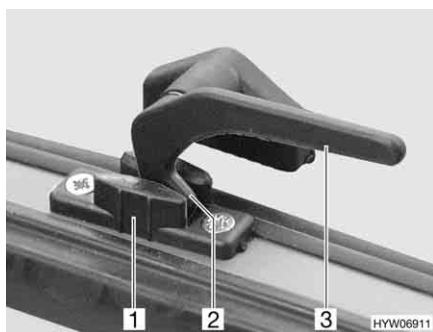

Bild 47 Låsarm i läget "kontinuerlig vädning"
- I läget "kontinuerlig vädning" (Bild 47)
- Sväng låsarmen (Bild 47,3) ett kvarts varv mot fönstrets mitt.
- Vrid tillbaka låsarmen. Därvid måste låsspaken (Bild 47,2) föras in i spåret på fönsterlåset (Bild 47,1).